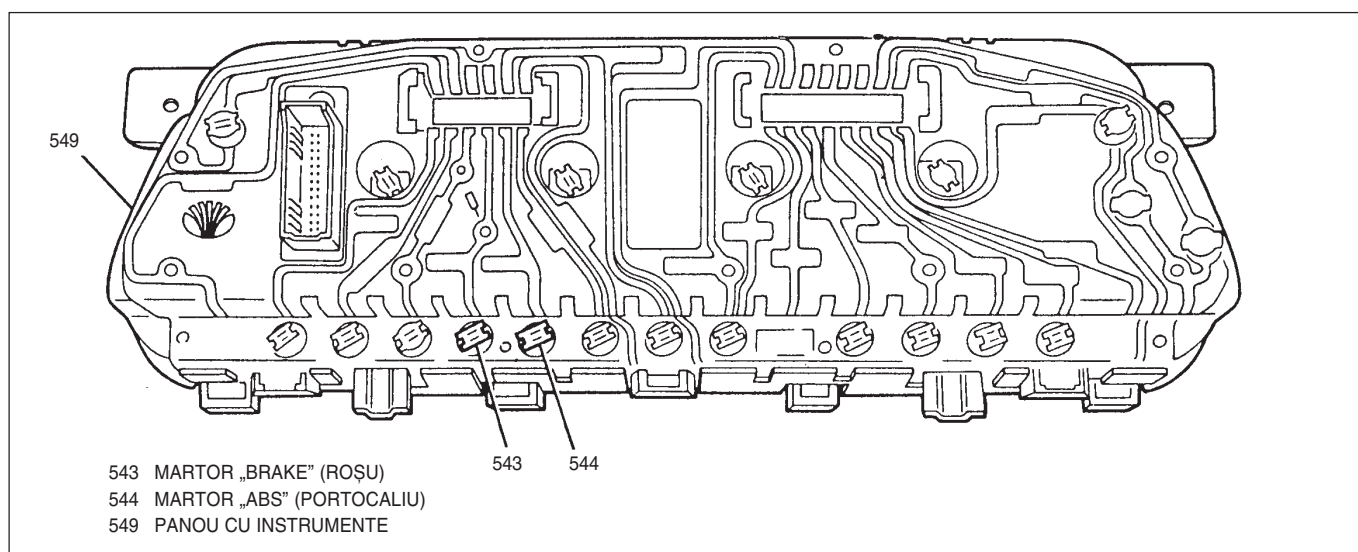

Fig. 40 Localizarea soclurilor matorilor
7. Soclul matorului din panoul cu instrumente. Vezi Fig. 40 pentru localizarea matorilor.
1. Soclul matorului în panoul cu instrumente. Vezi Fig. 40 pentru localizarea matorilor.